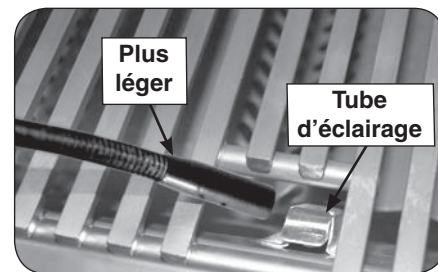

Fig. 28-2 - Éclairage manuel
2. Passez un allumeur brûlant de butane de long-baril ou une allumette brûlante de long-tige dans la grille à cuire s'ouvrant au dessus du tube d'éclairage. (Fig. 28-2). Pour des backburners, tenez la flamme contre le surface du backburner. Pour des brûleurs à charbon de bois, tenez la flamme près du brûleur.
4. Si le brûleur ne se allume pas dans les cinq (5) secondes de tourner le bouton de commande, enfoncez immédiatement le bouton et tournez la valve à AU LOIN. ATTENDEZ CINQ (5) MINUTES avant de répéter les étapes 2 à 4 des instructions manuelles d'éclairage.